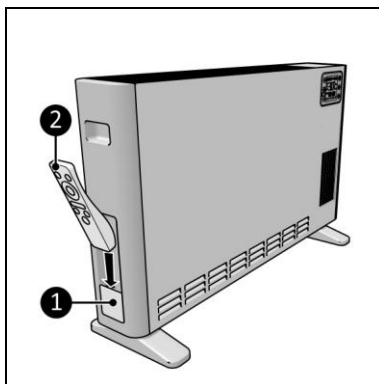

Figura 13
1. Telecomanda (Figura 13, poz. 2) poate fi amplasată în slotul telecomenzii (Figura 13, poz. 1) de pe partea laterală a dispozitivului.